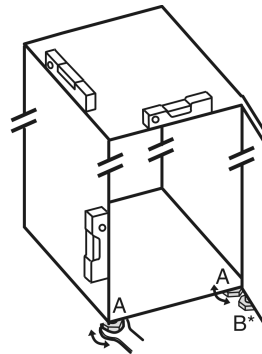

Fig. 27
- Dévisser les pieds réglables Fig. 27 (A) avec la clé plate fournie et utiliser un niveau à bulle pour vérifier que l'appareil est bien plan.
- Dévisser le pied réglable Fig. 27 (B) du support de palier avec la clé plate fournie jusqu'à ce qu'il touche le sol.
- Tourner le pied réglable Fig. 27 (B) de 90° supplémentaires.